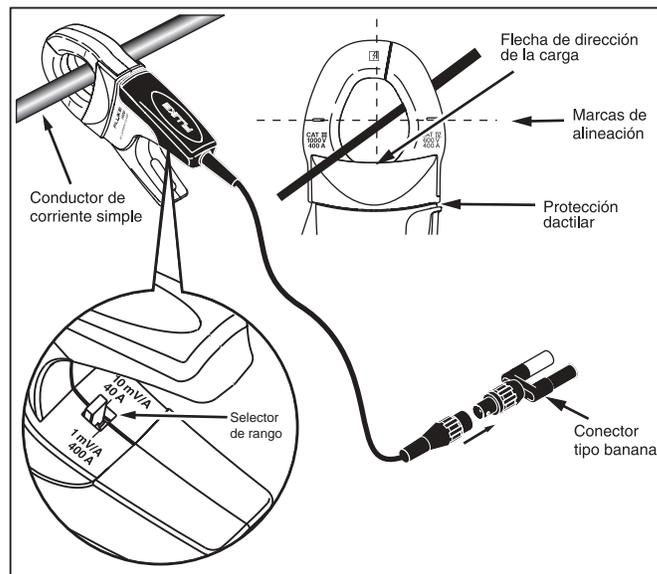

Figura 1. Configuración de i400s
- No sostenga la pinza amperimétrica desde la parte posterior a la protección dactilar, vea la figura 1.
Para usar el i400s, remítase a "Consideraciones de medición" y a la figura 1:
Para evitar descargas eléctricas o lesiones personales, mantenga los dedos detrás de la protección dactilar, consulte la figura 1.